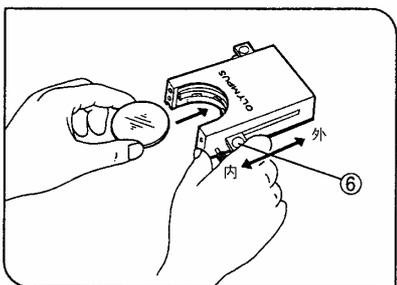

图 7
2. 将滤色片杆⑥拉到最里边, 让滤色片杆完全进入喀嚓声响的位置。
3. 按图 7 所示, 拉住滤色片杆, 把滤色片按箭头所示方向插入滤色片盒。